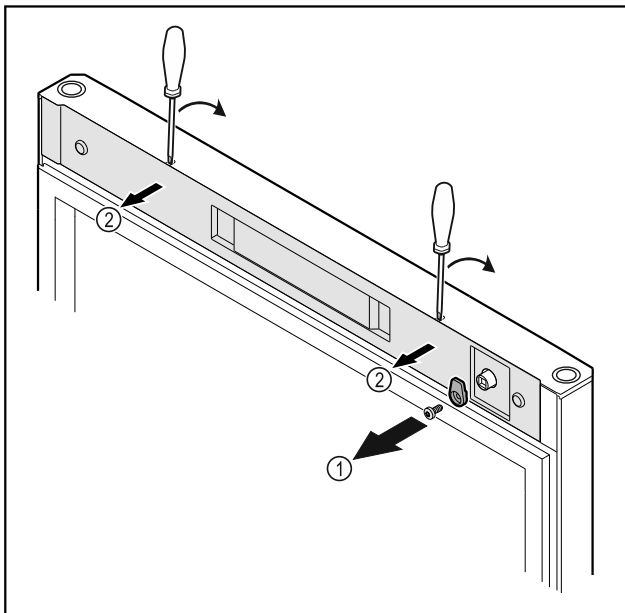

Fig. 22
- Irrota sulkuhaka Fig. 22 (1).
- Paina suojus Fig. 22 (2) pienellä ruuvimeisselillä paikaltaan ja ota se pois.